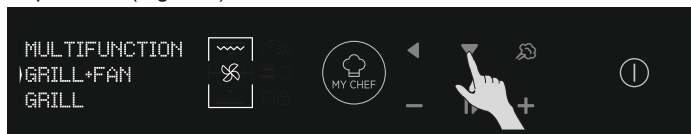

Figure 9
- Sélectionnez un mode de cuisson en appuyant sur OK lorsque la flèche est sur la fonction souhaitée. Appuyez sur la flèche des OPTIONS du menu déroulant pour consulter toutes les fonctions disponibles. (Figure 9)